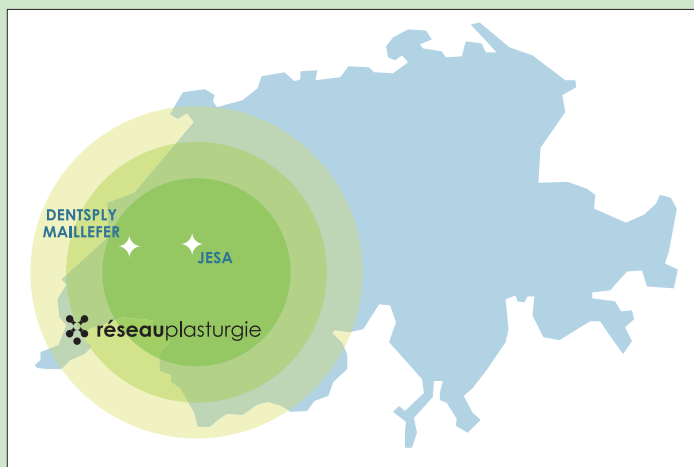

Fig. 1: Implantation des membres du Réseau plasturgie.
Récemment, les entreprises Dentsply Maillefer et Jesa SA, toutes deux membres du Réseau plasturgie (fig. 1), ont eu recours aux services du Pôle d'ingénierie plastique de l'EIA-FR pour résoudre des problèmes d'injection. Le cas Dentsply Maillefer concerne une boîte de conditionnement pour des limes d'endodontie (fig. 2). Les ingénieurs de l'entreprise de Balgach (VD) constatent la rupture aléatoire, tous les 130000 cycles, d'un des six inserts d'un tiroir de moule.